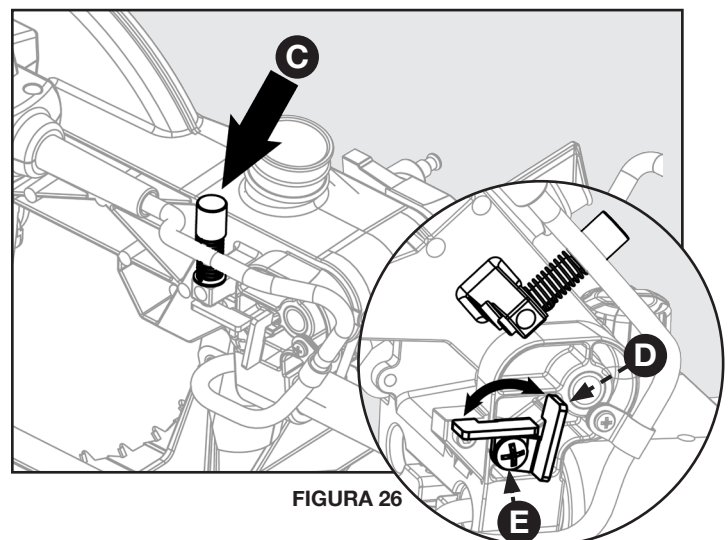

FIGURA 26
Consulte la Figura 26 y siga estas instrucciones para ajustar el tope de profundidad a una profundidad de corte específica: Utilice un destornillador Phillips para aflojar el tornillo (E) y, a continuación, gire el soporte de tope (D) en sentido contrario a las agujas del reloj en la posición hacia abajo. Asegúrese de volver a apretar el tornillo (E). Ahora se puede ajustar la profundidad de corte girando el tornillo de ajuste de profundidad (C).
Consulte la figura 26 y siga estas instrucciones para realizar un corte: Utilice un destornillador Phillips para aflojar el tornillo (E) y luego gire el soporte de tope (D) en el sentido de las agujas del reloj hacia arriba. Asegúrese de volver a apretar el tornillo (E).